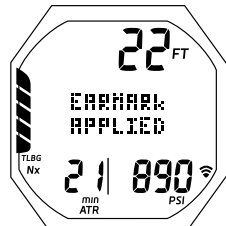

Abb. 81B - DEKOSTOPP HAUPT (Angezeigt für 3 Sekunden)
- M (< 2 Sek.) - um bei der derzeitigen PCI-Datenaufzeichnung per Schnappschuss eine Markierung hinzuzufügen. Die Grafiken EARMARK APPLIED werden anstelle der Stopp-Tiefe/Zeit für 3 Sekunden angezeigt (Abb. 81B).